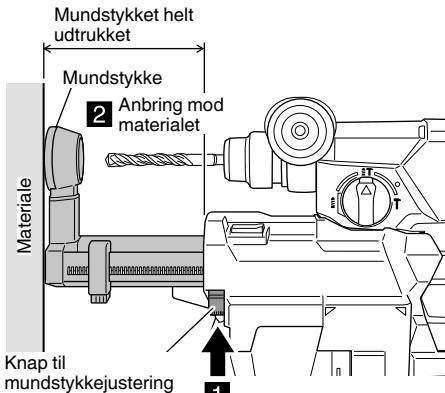

Fig. 5
- (1) Tryk på knappen til mundstykketjustering og sørge for, at mundstykket er i fuldt udtrukket position. (Fig. 5)
- (2) Mens du holder værktøjet på en måde, så der ikke bliver trykket på kontakten, skal du placere mundstykket mod materialet, der skal bores i. (Fig. 5)